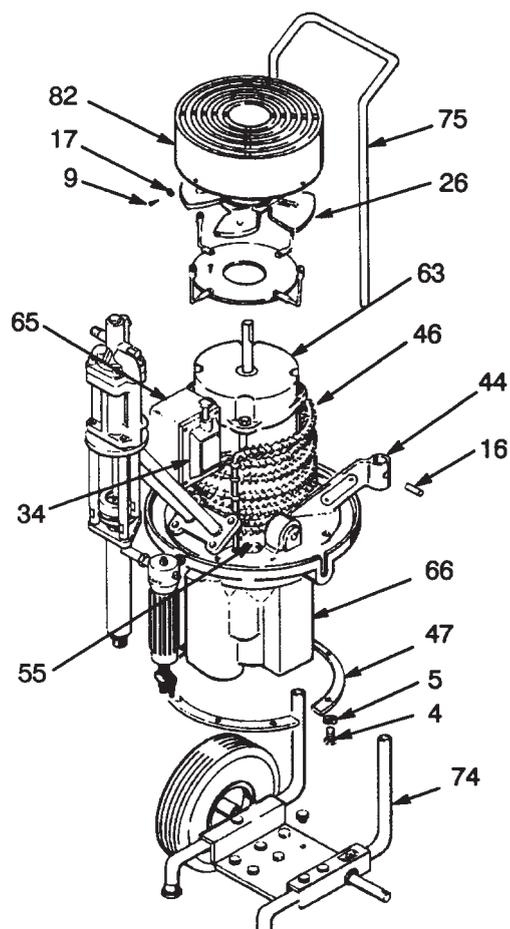

Fig. 12
NOTE : Se reporter à la fig. 12 pour cette procédure.
- Débrancher le pulvérisateur. Laisser retomber la pression. Déposer le capot (119). Démontez le pulvérisateur comme indiqué au paragraphe **REPLACEMENT DU MOTEUR ÉLECTRIQUE**, page 14.
- Desserrer la vis du demi-accouplement (19). Pousser l'accouplement contre la pompe hydraulique (64). Voir Fig. 12. Déposer les quatre vis (1), les rondelles (5) (voir page 16) et la pompe hydraulique. Jeter les joints toriques. Voir Fig. 14 et 15, et page 16.